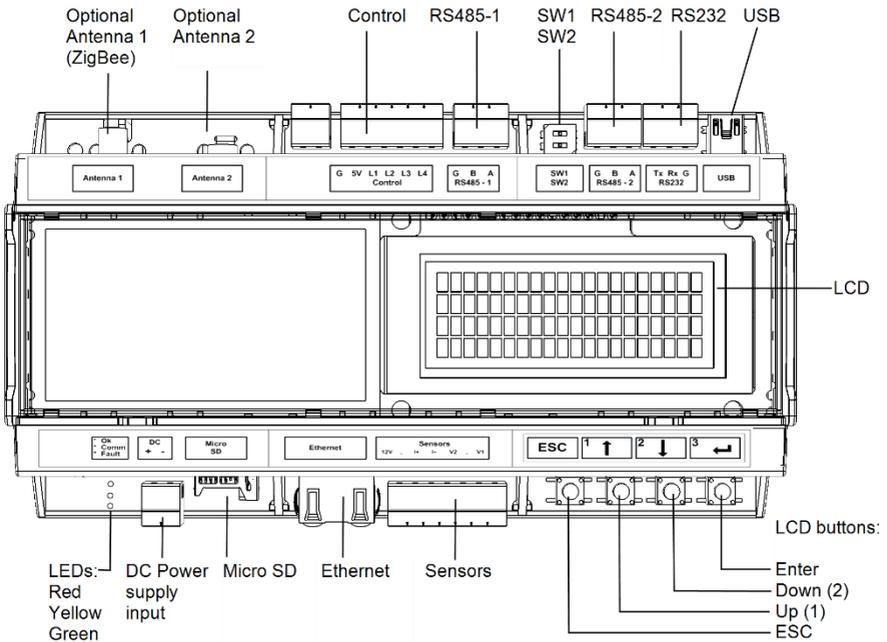

Abbildung 3: Anschlüsse des Steuerungs- und Kommunikations-Gateways
Für die Navigation durch die LCD-Menüs stehen vier Tasten zur Verfügung (siehe Abbildung 3)
- 1 Stecken Sie den DC-Stecker des Netzteils in das SolarEdge-Gateway (siehe Abbildung 3).
- 2 Schließen Sie das Netzteil an das Stromnetz an. Die LEDs leuchten für einen Moment auf, um den Anschluss an die Stromversorgung anzuzeigen (siehe Abbildung 3).